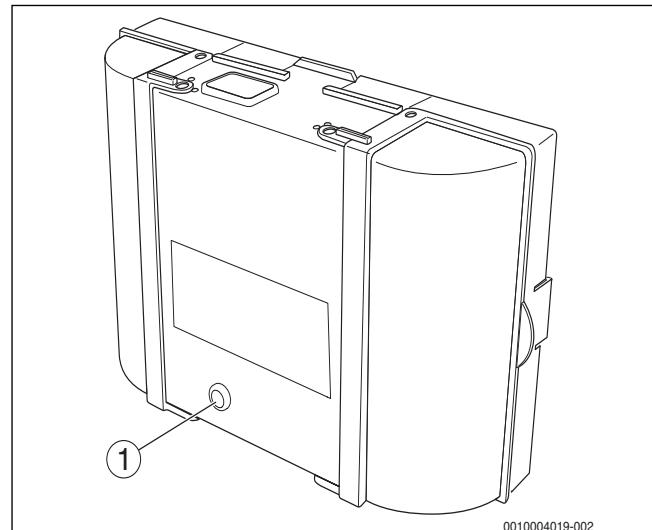

Рис. 44 Сброс неисправностей на автомате горения
- ▶ Нажмите кнопку «подавления помех» на автомате горения (\rightarrow рис. 44).